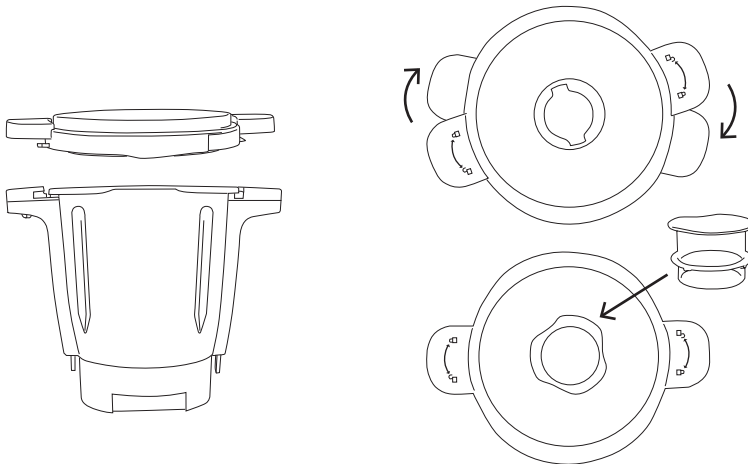
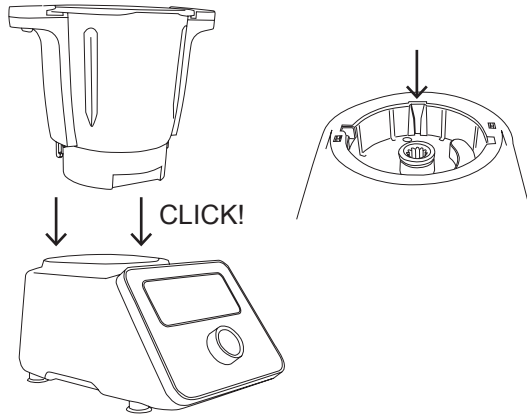

Fig.6
Fig.7
- Colocar la jarra montada sobre la base del aparato. La marca inferior del recipiente debe alinearse con la marca de la unidad central (Fig. 6). Se escuchará un clic cuando el recipiente esté correctamente encajado en la base del aparato.
- Finalmente, coloque el vaso medidor (A) sobre la tapa.
- Para sacar la jarra de la unidad central, presionar a ambos lados el botón de desbloqueo situado en la parte inferior de las asas y retirar el recipiente. (Fig. 7)